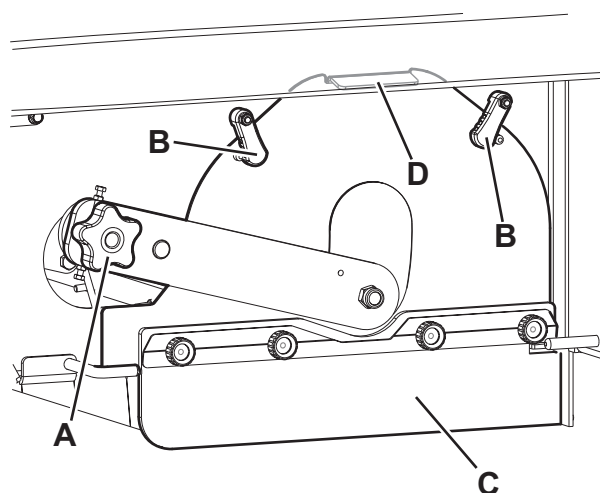
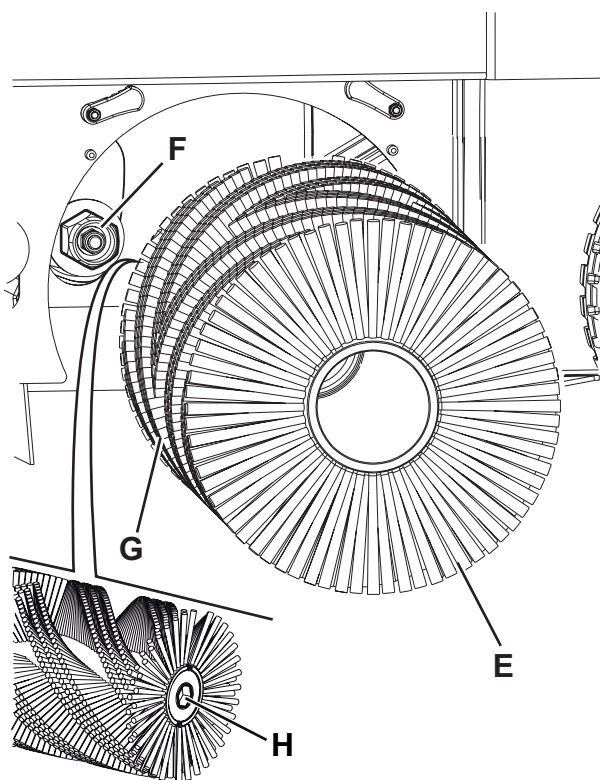

Figure 8
Figure 9
2. Tourner la clé de contact (61) sur «0», puis l'enlever.
3. Enlever le portillon gauche (13) en tournant les dispositifs de retenue.
4. Dévisser et enlever le pommeau (A, Fig. 8).
5. Tourner les leviers (B).
6. Enlever le groupe de fermeture du logement du balai (C) en le saisissant par la languette (D).
7. Enlever le balai central (E, Fig. 9).
8. Vérifier que le moyeu d'entraînement (F) est propre et non obstrué par objets (cordes, chiffons, etc.) enroulés accidentellement.
9. Installer le nouveau balai central, en orientant les poils comme indiqué dans la figure (G).
10. Lorsqu'on installe le nouveau balai central, s'assurer que sa prise hexagonale (H) s'insère dans le relatif moyeu entraîneur (F).
11. Installer le groupe de fermeture du logement du balai (C, Fig. 8) en tournant les leviers (B) et en serrant le pommeau (A).
12. Fermer le portillon gauche (13) en tournant les dispositifs de retenue.